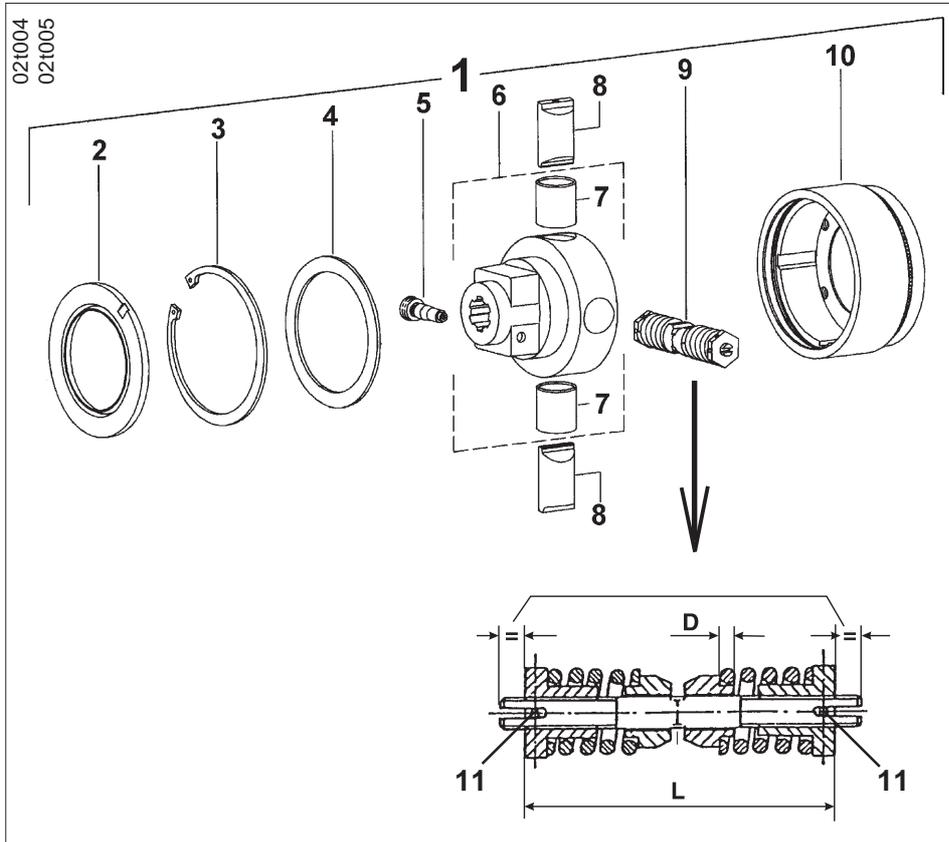

Fig. 19.18
Le limiteur de couple (fig. 19.18/1) interrompt l'entraînement de la machine lors d'une surcharge. Dans un tel cas, réduisez d'abord le régime de prise de force tracteur à un niveau de 300 tr/min. environ jusqu'à ce que le limiteur se réenclenche de manière audible. Si les rotors ne se mettent pas de nouveau en rotation, débrayez impérativement la prise de force du tracteur, enlevez le corps étranger éventuel (en ayant au préalable coupé le moteur et retiré la clef de contact) et re-embrayez la prise de force.
Introduisez la demi-transmission équipée du limiteur sur l'arbre d'entrée du boîtier de la machine et verrouillez-le par le biais d'une vis conique (fig. 19.18/5) (Verrouillage type CC). La vis de verrouillage conique (fig. 19.18/5) doit être serrée au couple de 80 Nm (voir instructions du constructeur Walterscheid). Vérifiez de temps en temps, le bon serrage de cette vis conique.
lenchement intempestif, il y a possibilité d'ajuster le tarage du limiteur en plus ou en moins. Pour cela, extraire le limiteur de l'arbre d'entrée du boîtier. Démontez la bague anti-poussière (fig. 19.18/2), le circlips (fig. 19.18/3), le moyeu (fig. 19.18/6) et le bloc ressorts (fig. 19.18/9). Mesurez le diamètre "D" du fil de ressort (fig. 19/18) et recherchez dans le tableau (fig. 19/18a) la valeur correspondant à la modification de 1 mm de la longueur du bloc ressort.
Retirez les goupilles élastiques (fig. 19.18/11) et
la cote de réglage "L" de part et d'autre du bloc de ressort (fig. 19.18/9).
2. Veillez toujours à régler identiquement les distances (=, voir fig. 19.18)!
Après chaque opération de réglage, brochez à nouveau les goupilles élastiques (fig. 19.18/11) dans les perçages des écrous 6 pans.